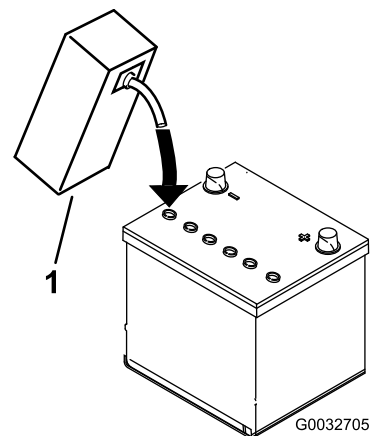

図 8
3. 各セルの電極板が液面下 6 mm 程度に水没するまで、電解液を慎重に入れる 図 8。
4. 電極板が液を吸収するまで20-30分間程度待つ。必要に応じて、電極板が 6 mm 程度水没するぐらいに電解液を補充する 図 8。